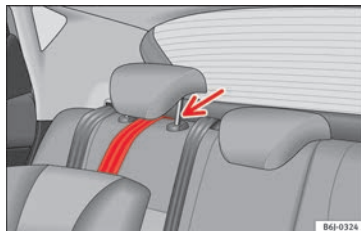

Fig. 68 Correa de sujeción: correcto ajuste y montaje.
- Dirigir la correa de sujeción del Top Tether por debajo del apoyacabezas del asiento posterior »» fig. 68 (levantar el apoyacabezas si es necesario).